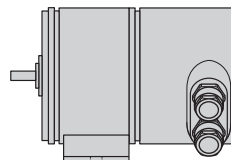

Fig. 3
**Convertisseur de mesure avec engrenage additionnel** (Fig. 3)